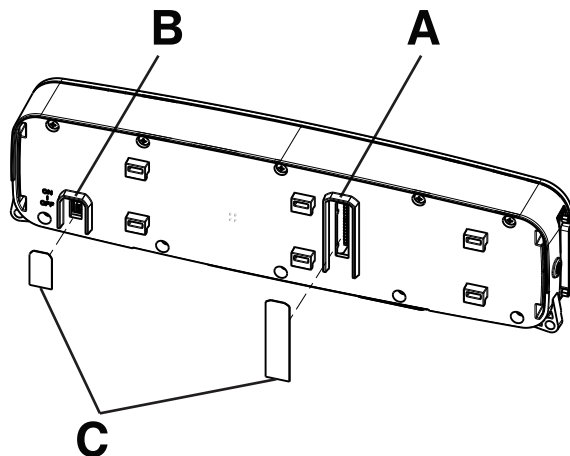

Figura 2 – Configurația întrerupătoarelor
2. Folosind un instrument drept cu vârf ascuțit, configurați întrerupătoarele DIP SB1 și SB2 (A) pentru a se potrivi la sistemul de apelare asistent și la cablul de comunicare pentru apelare asistent (Figura 2).
3. Folosind un instrument drept cu vârf ascuțit, aduceți întrerupătorul **PORNIT/OPRIT** al **Secure Connect** (B) în poziția **PORNIT** (Figura 2).
4. Lipiți cele două etichete IPX furnizate (C) peste întrerupătorul DIP și fantele **PORNIT/OPRIT** amplasate pe partea din spate a **Secure Connect** (Figura 2).